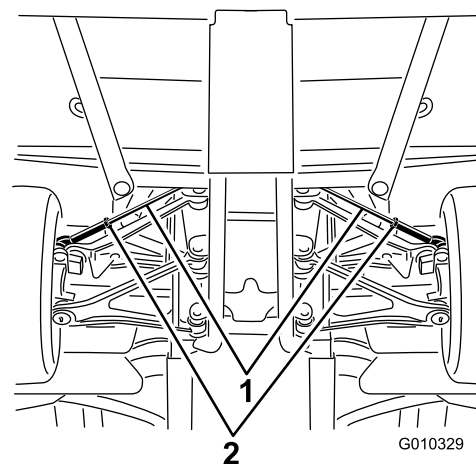

**Figura 58**
2. Meça a distância de centro a centro (à altura do eixo) na zona dianteira e traseira dos pneus da direcção (Figura 58).